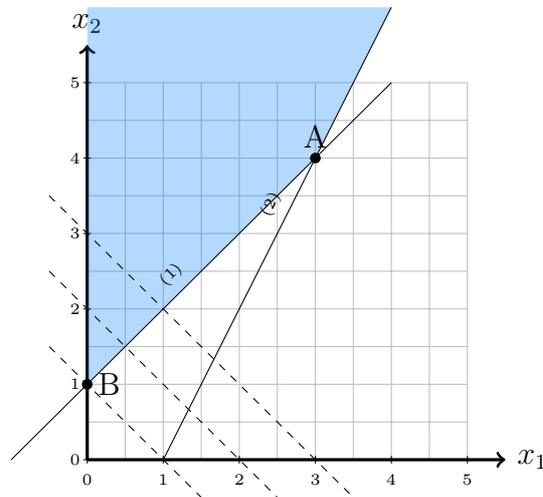

FIGURE 1 – Résolution graphique du primal
1. La résolution graphique est représentée à la Figure 1. La solution optimale du primal est